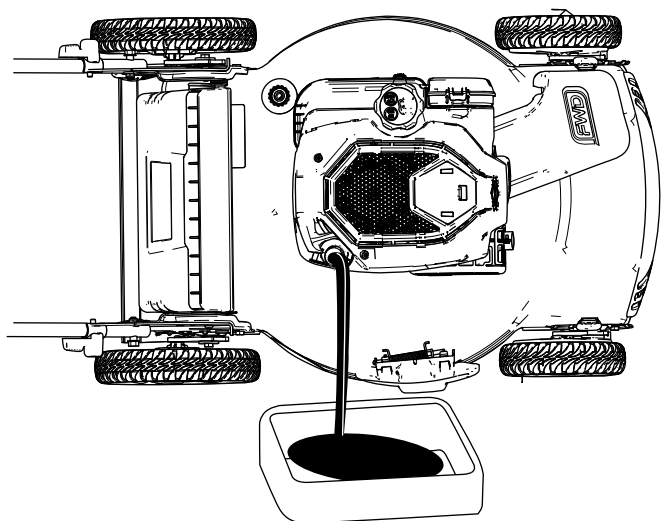

図 23
4. エアフィルタが下になるように機体を横に傾けて、エンジンオイル補給口からエンジンオイルを抜く 図 23。